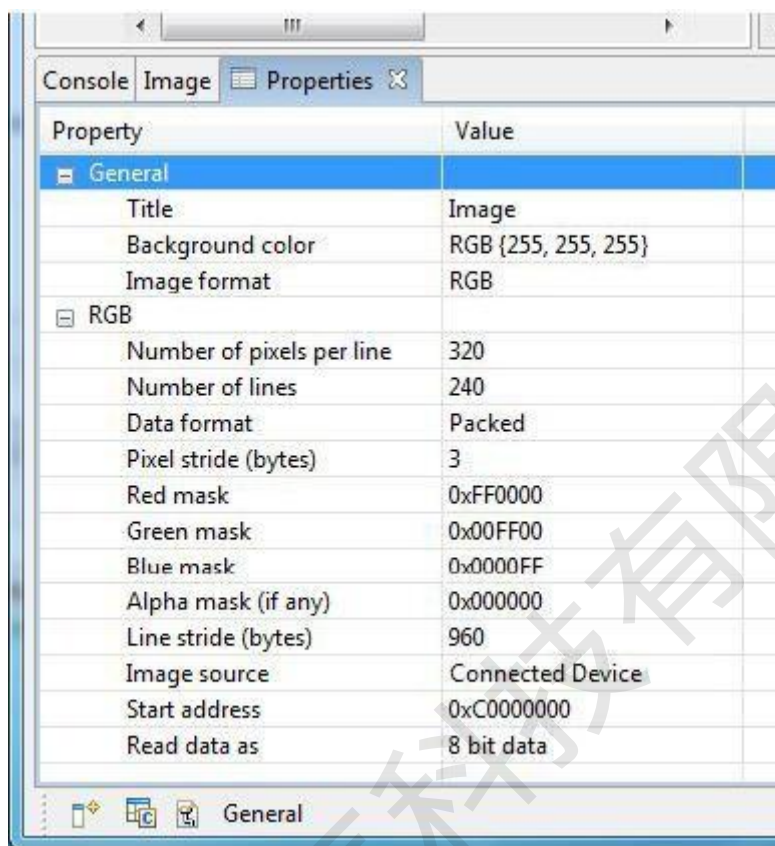

图 6-7-1
④ 键入与内存窗口中相同的起始地址, 并将 “Type-size (类型大小)” 设置为 32 位;
⑤ 按下图 6-7-1 所示设置属性: